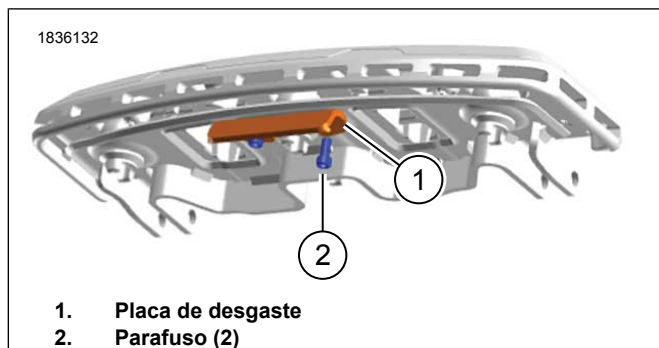

Figura 4. Placa de desgaste do estribo
1. Figura 4 Ao fazer a manutenção da placa de desgaste (1), remova os parafusos da placa de desgaste existente (2).